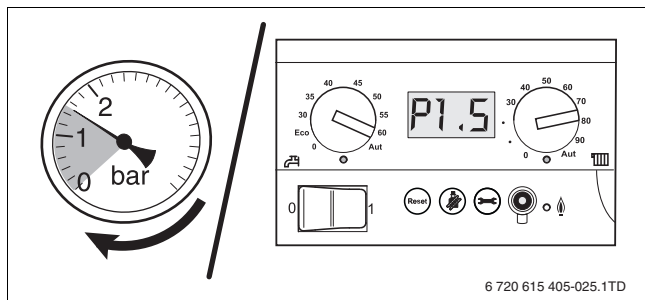

Bild 7 Druckanzeige analog/digital
- Wasserhahn vorsichtig öffnen und die Heizungsanlage langsam bis 1,5 bar befüllen. Dabei Druckanzeige für den Heizkreis beachten (→ Bild 7).
- Betriebsdruck am Display des Bedienfeldes (→ Bild 7) erneut ablesen. Wenn der Druck unter 1,0 bar liegt, muss die Heizungsanlage, wie oben beschrieben, weiter aufgefüllt werden.